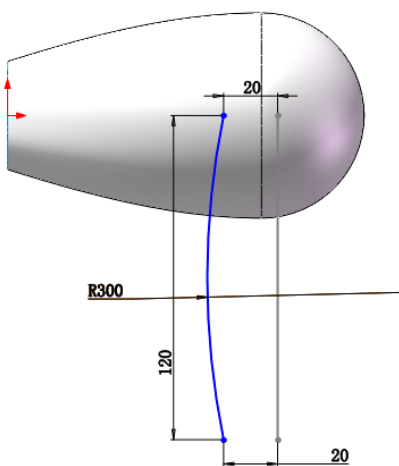

图 9-78 草图标注 3
(5) 绘制草图 3。在左侧的“FeatureManager 设计树”中用鼠标选择“上视基准面”作为绘制图形的基准面。单击“草图”工具栏中的（三点圆弧）按钮，绘制如图 9-78 所示的草图并标注尺寸。